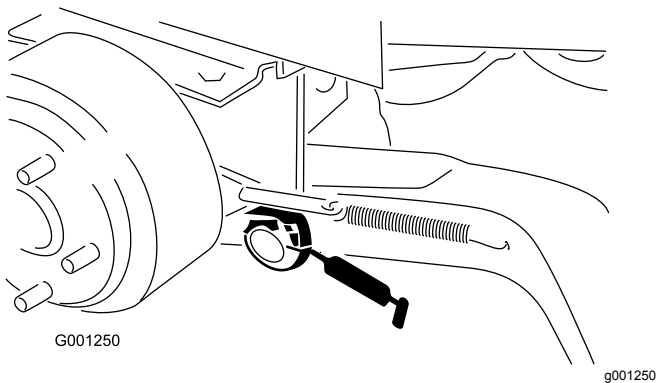

Figure 38
- Bagues de pivots de bras de levage (Figure 38)